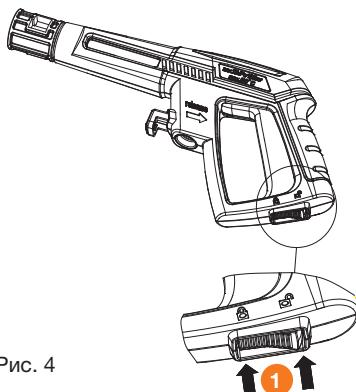

Рис. 4
3. Снимите предохранитель на пистолете **1** и нажмите на курок чтобы выпустить воздух и проверить стабильность потока воды. После того как воздух выйдет из пистолета и поток нормализуется, отпустите курок (Рис. 4).